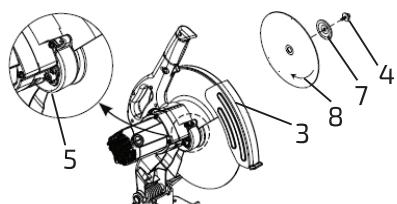
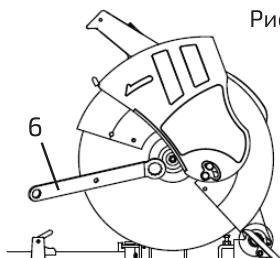

Рис. 12
Рис. 13
4. Надавить на блокиратор шпинделя (5) и открутить болт шпинделя (4) в центре абразивного диска (рис. 12), вращая его против часовой стрелки при помощи ключа (6) (рис. 13). Ключ входит в комплект.
5. Удалить болт шпинделя (4), внешний фланец диска (7) и абразивный диск (8) (см. рис. 12).
6. Установить новый абразивный диск, затем внешний фланец диска (7) и болт шпинделя (4) (см. рис. 12).
7. Нажать на блокиратор шпинделя (5) (см. рис. 12).
8. Закрутить болт шпинделя (4) (см. рис. 12) по часовой стрелке до упора и затянуть ключом (6), поставляемым в комплекте (рис. 13).